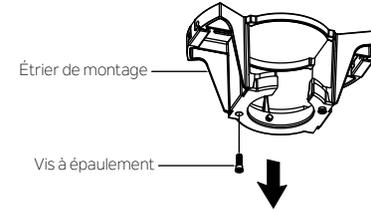

Fig. 15
Étape 1. Retirer l'une des deux vis à épaulement du support de montage. Desserrer la seconde vis à épaulement sans l'enlever complètement. (Fig. 15)